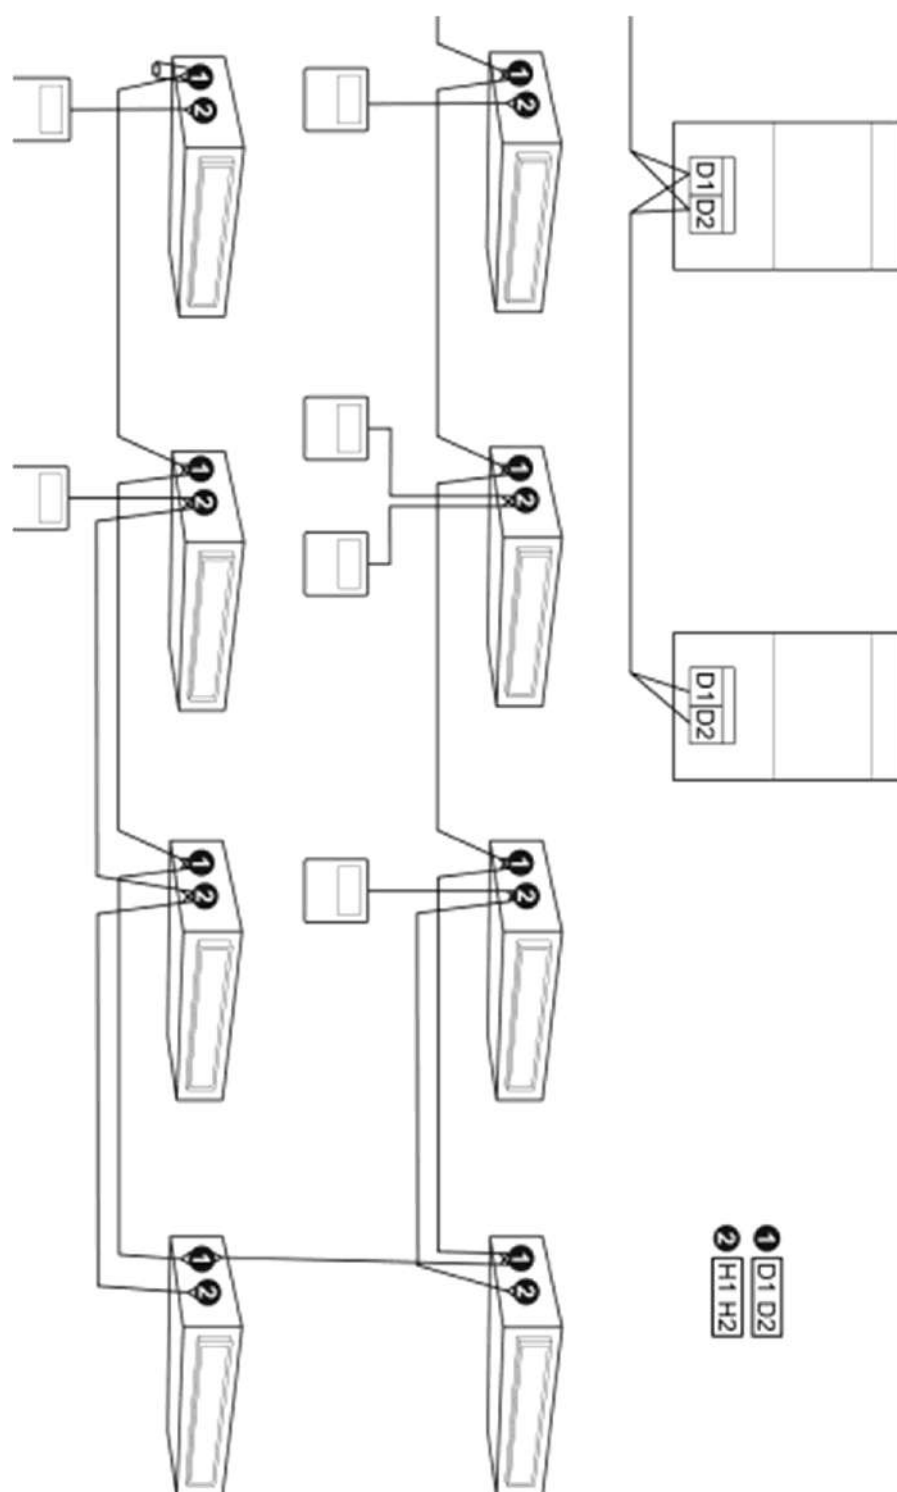

Fig. 5.5
- (1) La comunicazione tra unità interna e unità esterna corrisponde a D1, mentre la comunicazione tra le unità interne corrisponde a D2.
- (2) La comunicazione tra unità interna e comando a filo corrisponde a H1, H2.
- (3) Ogni unità interna può essere collegata a due comandi a filo (principale e secondario).
- (4) Un unico comando a filo può comandare 16 unità interne contemporaneamente (come illustrato nella Fig 5.5)